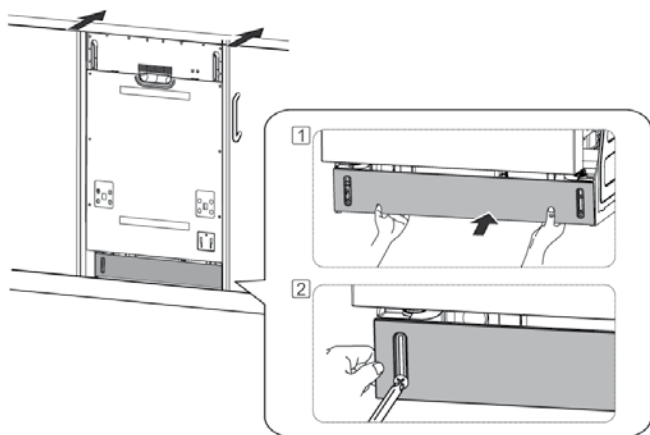

Figure 14
5. Confirmez que le joint d'étanchéité de la plaque de protection est en place dans le bas de la plaque de protection. Pour installer la plaque de protection avec des vis ST3.9*13, consultez la Figure 14 ci-dessous.